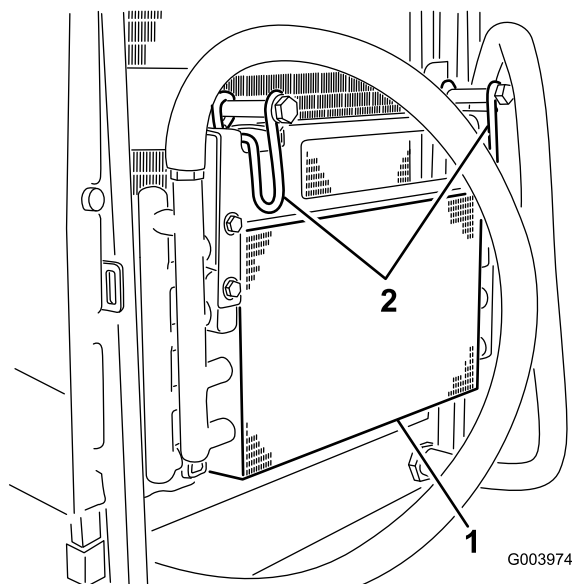

Figura 62
5. Gire los cierres hacia dentro para liberar el enfriador de aceite (Figura 62).